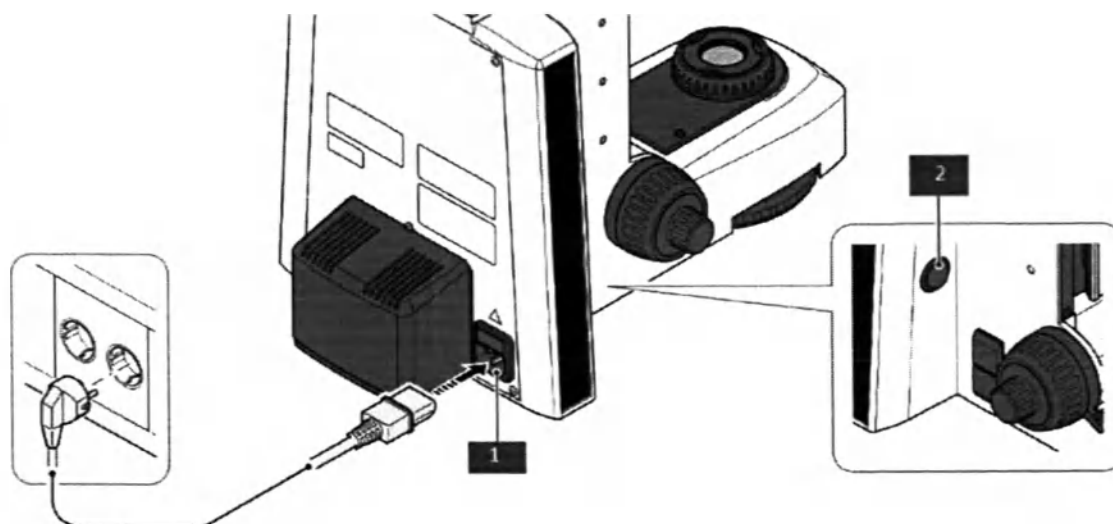

Рисунок 6 – включение штатива Axioscope 5
Включение штатива осуществляется следующим образом (Рисунок 6):
- ① Подключите штатив к сети, вставив кабель питания сначала в штатив, затем в розетку.
- ② Включите штатив с помощью клавиши вкл./выкл. (поз. 2 Рисунок 6).